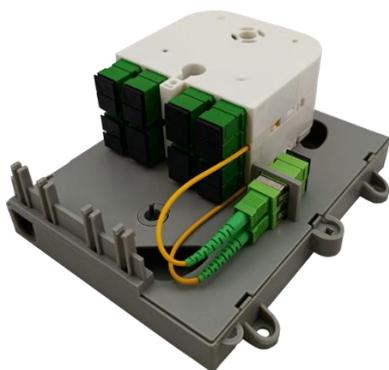

Рис. 7
6. Произвести коммутацию коннекторов входов УСМ с оптическими коннекторами пигтейлов от волокон ОК на планке адаптеров монтажной вставки (рис. 7)